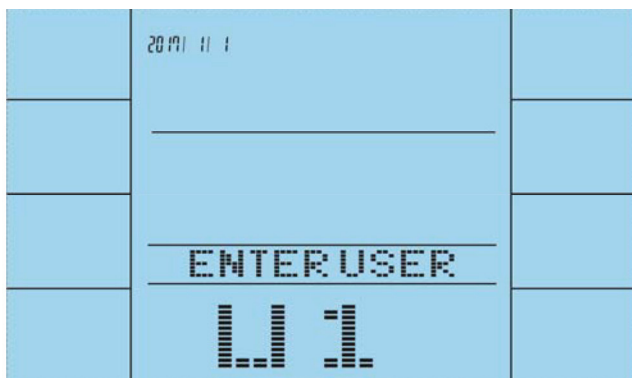

Abb. 6
5. Um den Nutzer (U) 1 bis 4 zu wählen, drücken Sie die UP/DOWN Tasten.
6. Bestätigen Sie mit ENTER (Abb. 6).